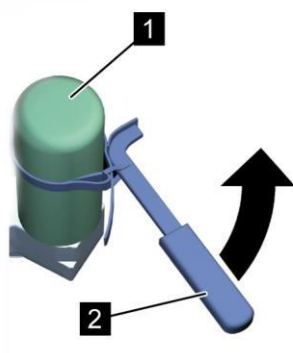

Рис. 48: Отсоединение тонкого очистителя
5. При помощи ленточного ключа (Рис. 48/2) отсоедините тонкий очиститель (Рис. 48/1) и снимите его.
6. Удалите остатки изношенного уплотнения с тонкого очистителя (Рис. 48/1).